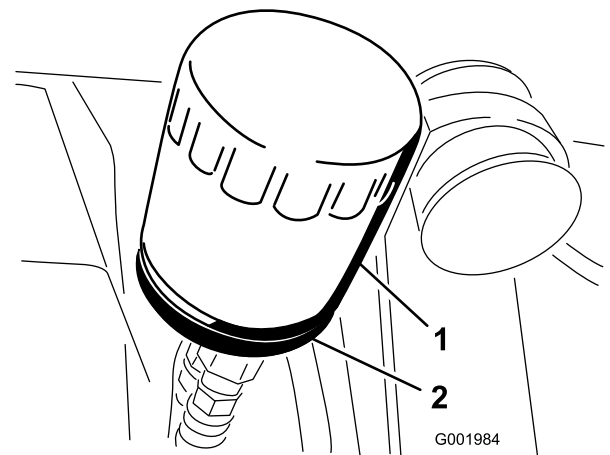

Figura 47
2. Retire el filtro de aceite (Figura 47).
5. Instale el filtro de aceite nuevo en el adaptador del filtro. Gire el filtro en el sentido de las agujas del reloj hasta que la junta de goma entre en contacto con el adaptador del filtro, luego apriete el filtro 1/2 de vuelta más (Figura 47).